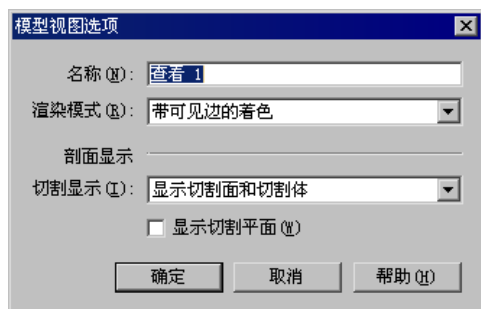

图 5.3.6 “模型视图选项”对话框
(5) 保存剖面模型视图。单击 PMI 选项卡 模型视图 区域中的  命令，系统弹出图 5.3.6 所示“模型视图选项”对话框；采用默认的名称，单击 确定 按钮，完成操作。
Step3. 保存模型文件。选择下拉菜单  另存为(A) 命令，系统弹出“另存为”对话框，将文件命名为 cluthe_asm_ok.asm，单击  按钮，然后关闭窗口。